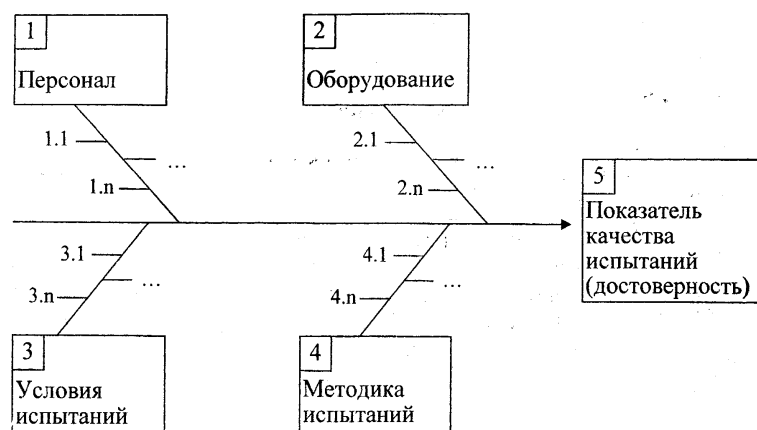

Рис. 2. Причинно-следственная диаграмма («рыбий скелет») анализа методов измерения показателей качества
2. Заполнить причинно-следственную диаграмму по анализу каждого метода. Для этого группа делится на подгруппы по числу методов, предлагаемых к рассмотрению. Каждая группа анализирует предложенный метод определения показателей качества и заполняет диаграмму (рис. 2) по следующей схеме: